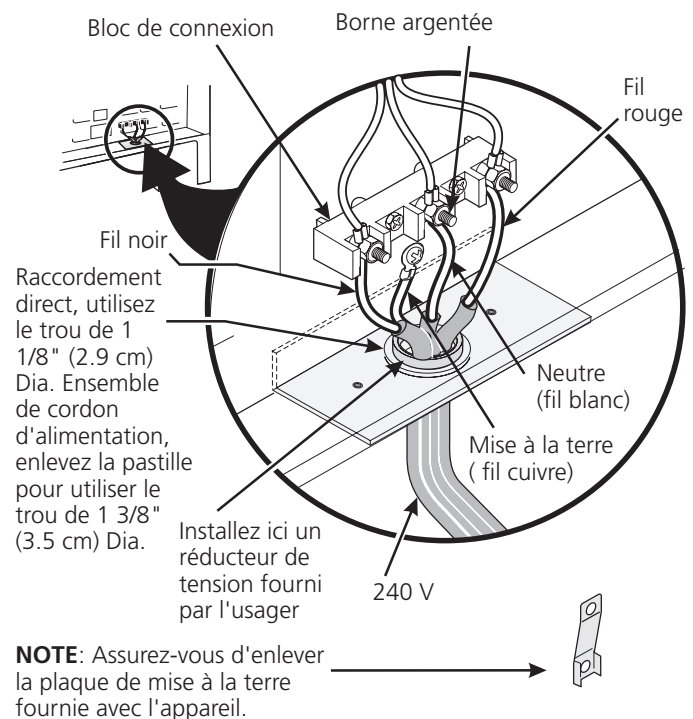

Figure 4
NOTE: L'appareil sort de l'usine avec un trou de 1 1/8" (2.9 cm) dia. tel que montré à la figure 4. Si un trou plus grand est requis, repoussez la pastille.
Si les codes locaux ne permettent PAS la connexion du conducteur de mise à la terre du châssis au fil neutre du cordon d'alimentation en cuivre (voir figure 4).
3. Branchez le fil de mise à la terre (vert) du cordon d'alimentation cuivré, au châssis de l'appareil avec la vis de mise à la terre, à l'aide du trou dans le châssis à l'endroit où la bande de mise à la terre a été enlevée (voir Figure 4).